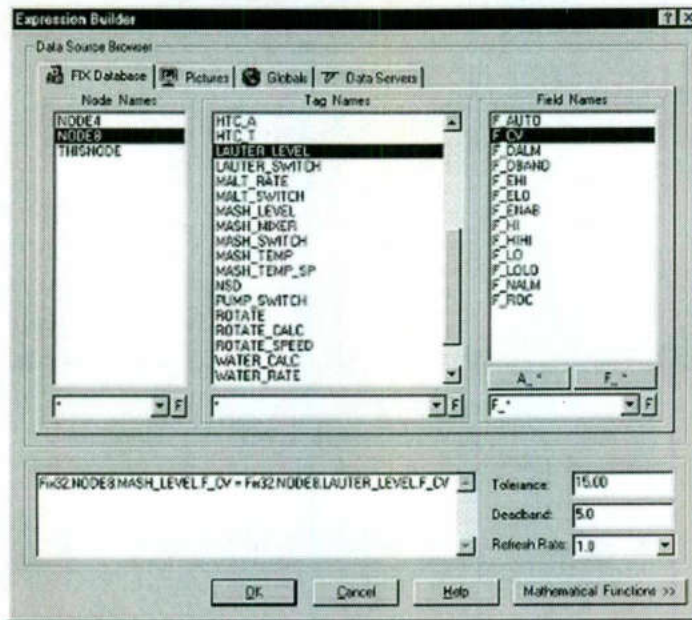

Figura 9-8: Ejemplo Mostrando Tolerance, Deadband y Refresh Rate
- los valores en la figura 9-8 actualizados no son tan rápidos que cada segundo
- Si los valores en la figura 9-8 son 5 unidades de ingeniería de la ultima actualización, los valores no se renovan
- si los dos tags de la figura 9-8 se encuentran entre las 15 unidades de ingeniería, los valores se consideran iguales